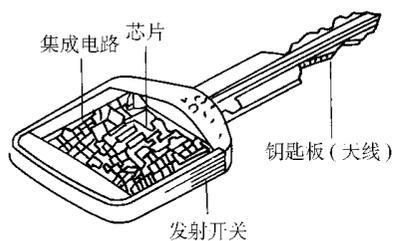

图 1-22 发射器（与钥匙板组成一体）
(3) 发射器。如图 1-22 所示，在钥匙板上与信号电路组成一体。从识别代码存储回路到 FSK 调制回路，由于用单芯片集成电路而使体积小型化，在电路板的相反一侧装有一般市场上出售的钮形电池。应注意发射开关每按一次，就进行一次发送，在接收器一侧，就接收一次闭锁或开锁指令。发射频率按照使用国家的电波状况进行选择，可使用 27、40、62MHz 频带。电池寿命以通常频率使用可在二年以上。